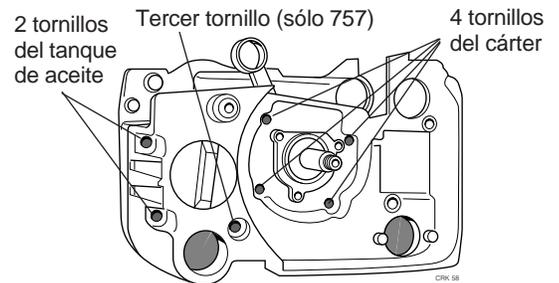

Figura 8.7 Sujetadores del cárter (757)
Paso 5. Afloje y saque los dos tornillos alien que aseguran las dos mitades del cárter en el frente de la motosierra (figura 8.7)